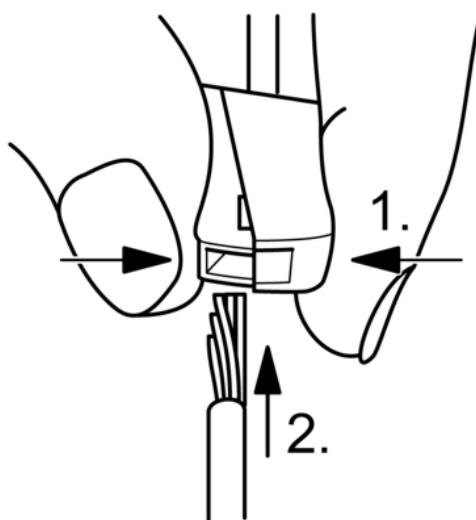

Figura 6: Collegamento del conduttore flessibile
- Premere il morsetto sul lato contro l'apertura quadrata e collegare il conduttore flessibile (figura 6).